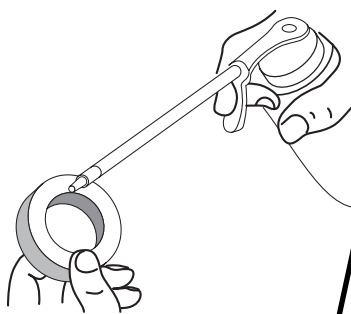

Fig. 28
4. Appliquez suffisamment d'huile SAE 30 propre pour enduire légèrement le filtre (Fig. 28).